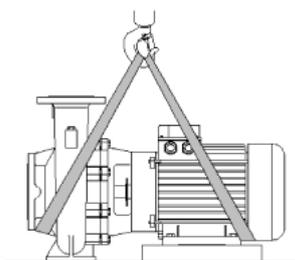

fig.2: Trasporto della pompa
- Gli occhioni per il trasporto sul motore servono solo per introdurre le cinghie del dispositivo di sollevamento (vedi fig. 2).